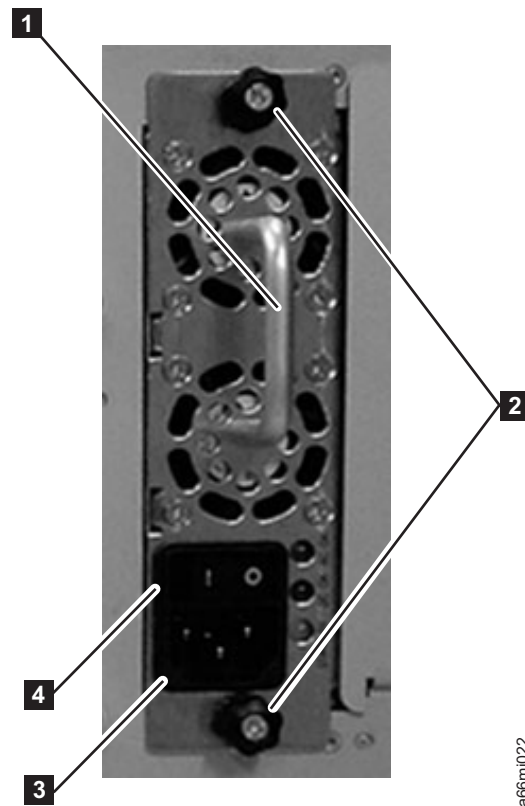

Abbildung 3-14. Steuermodul-Netzteil
1. Bauen Sie das Netzteil ein, indem Sie es in den Netzteilschacht einschieben. Fassen Sie zunächst den Griff (**1** in Abb. 3-14) an, und stützen Sie das Netzteil unten mit der Hand ab. Richten Sie dann das Netzteil an den Führungen im Netzteilschacht aus, und schieben Sie das Netzteil vorsichtig in das Kassettenarchiv.
2. Ziehen Sie die beiden Rändelschrauben (**2** in Abb. 3-14) am Netzteil an, indem Sie die Rändelschrauben im Uhrzeigersinn drehen.